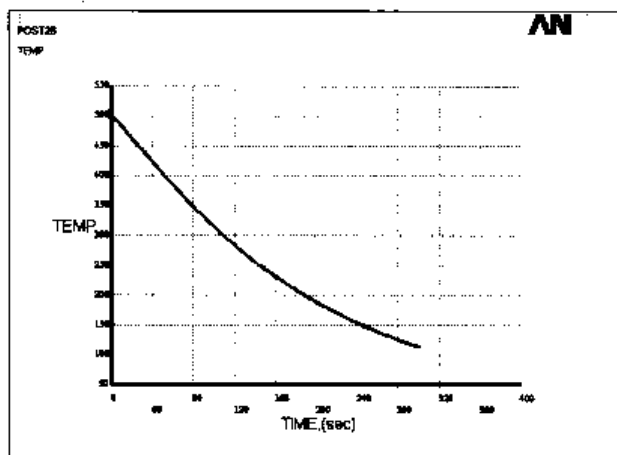

图 10-111 E 点温度随时间的变化关系曲线
(39) 选择 Main Menu | TimeHist Postpro | Graph Variables 命令, 出现 Graph Time-History Variables 对话框, 在文本框中输入 6, 单击 OK 按钮, ANSYS 显示窗口将显示 E 点温度随时间的变化关系曲线图, 如图 10-111 所示。
(40) 选择 Utility Menu | File | Exit 命令, 出现 Exit from ANSYS 对话框, 选中 Quit-No Save! 单选按钮, 单击 OK 按钮, 关闭 ANSYS。